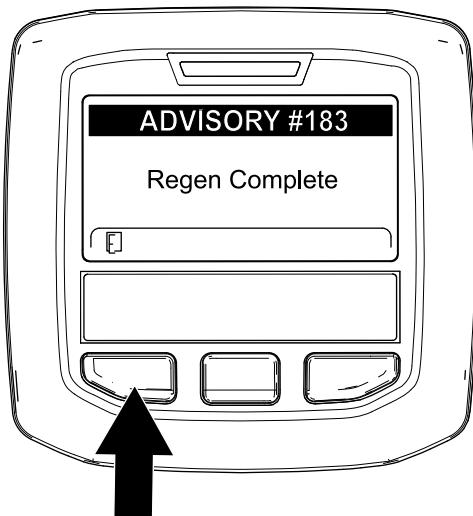

Bild 65
9. Wenn der Motorcomputer eine geparkte Regenerierung oder eine Wiederherstellung-Regenerierung abschließt, wird im InfoCenter ADVISORY #183 (Bild 65) angezeigt. Drücken Sie die linke Taste, um den Begrüßungsbildschirm anzuzeigen.
**Hinweis:** Wenn die Regenerierung nicht abgeschlossen wird, wird im InfoCenter „Advisory #184“ (Bild 65) angezeigt. Drücken Sie die linke Taste, um den Begrüßungsbildschirm anzuzeigen.